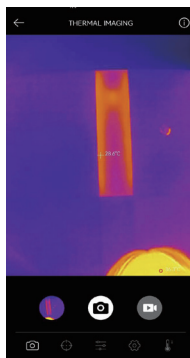

Figura 3.2.1
4. Per visualizzare le immagini/i video salvati, toccare la miniatura nell'angolo inferiore sinistro (vedere la figura 3.2.1).